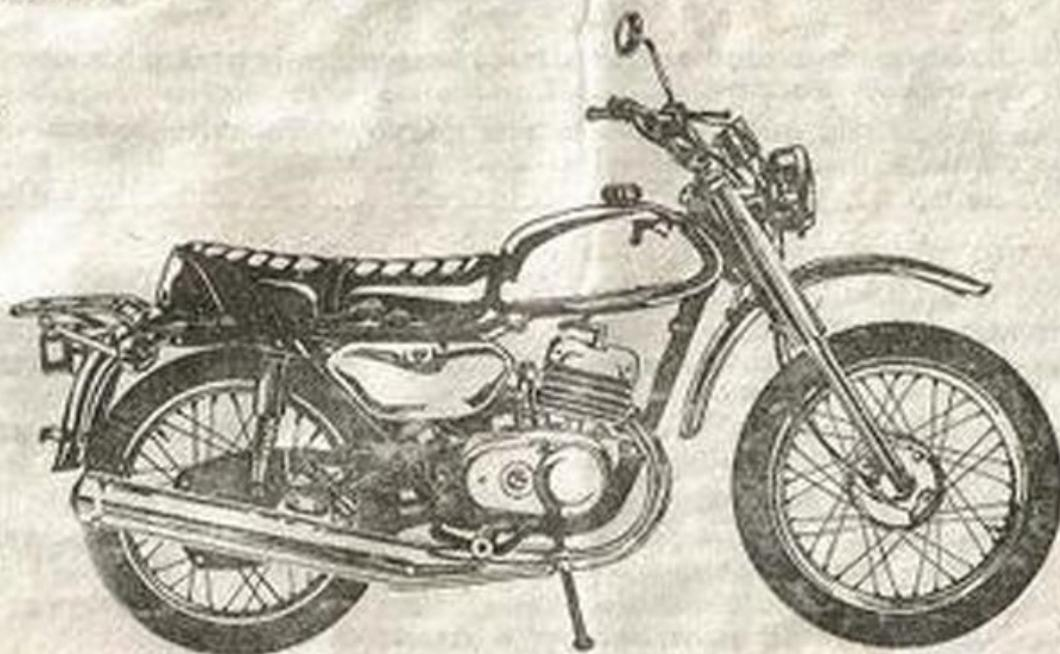

Рис. 1. Мотоцикл для сельской местности ММВЗ-3.11211
1.1. Мотоцикл для сельской местности ММВЗ-3.11211 (рис. 1), предназначен для эксплуатации в качестве индивидуального транспортного средства преимущественно в сельской местности на дорогах согласно СН и ПД 2.5-72 под нагрузкой массой водителя, а на дорогах категории 3 под нагрузкой массой водителя и пассажира, в климатической зоне с умеренным климатом (исполнение У, категория 1 ГОСТ 15150-69).